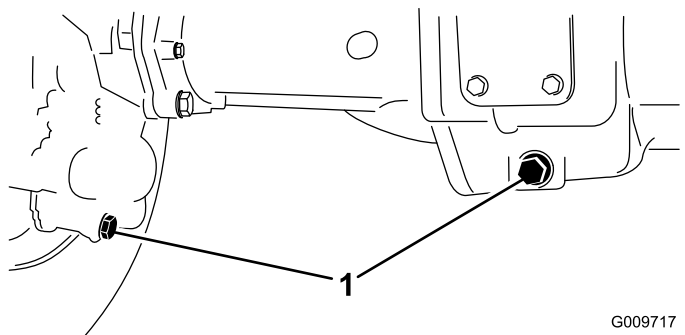

Figura 57
2. Pulite attorno ai 3 tappi di spurgo, 1 per lato ed 1 in centro (Figura 57).